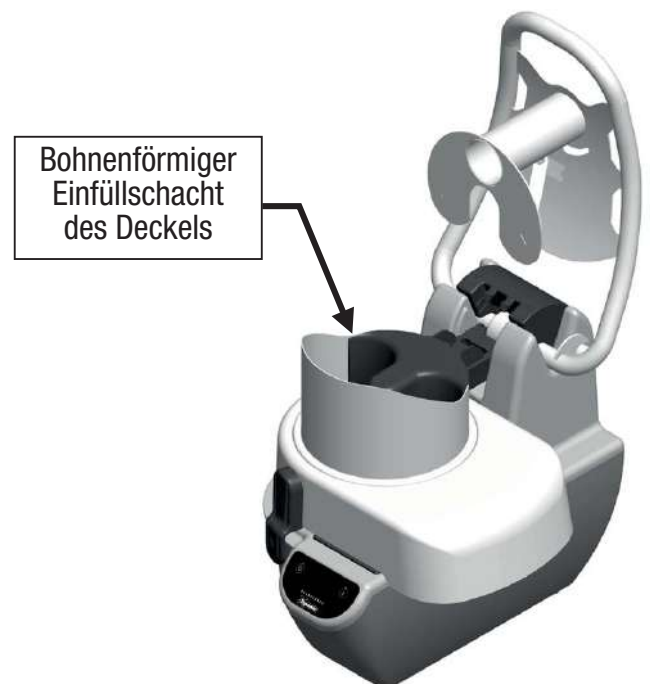

Abb. 2 / Die Lebensmittel durch den bohnenförmigen Einfüllschacht des Deckels zugeben.
3. Die Lebensmittel durch den zylindrischen Einfüllschacht (Abb. 1) oder durch den bohnenförmigen Einfüllschacht des Deckels zugeben (Abb. 2).